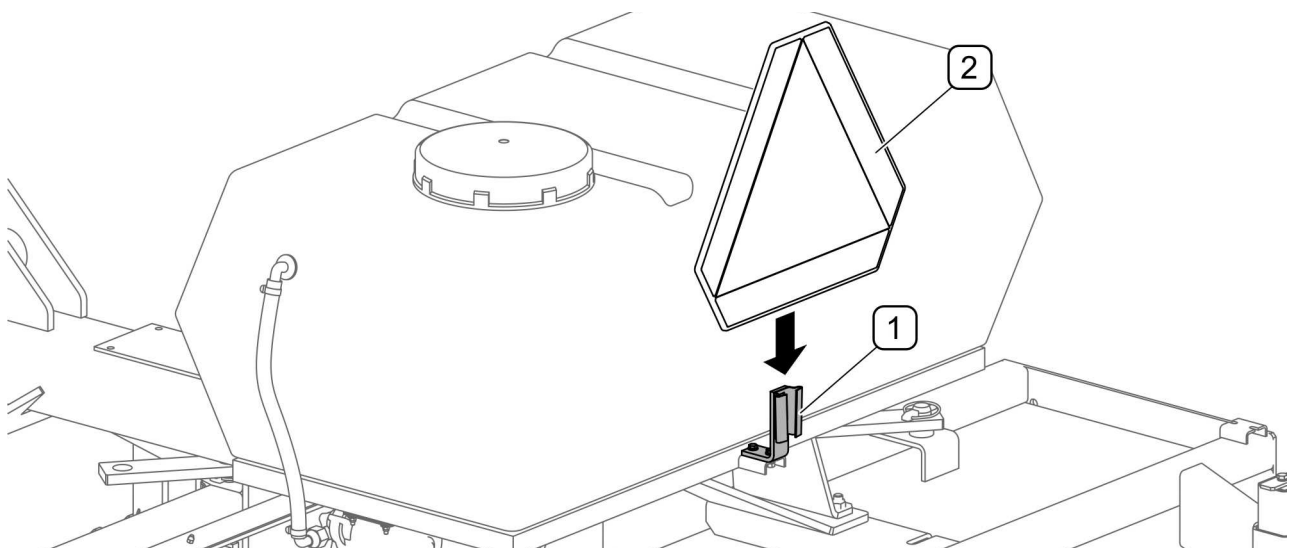

РИСУНОК 4.11 Додатковий кронштейн для розпізнавальної таблички (опція)
- Якщо підмітальна машина закриває знак тихого руху, який знаходиться в задній частині тягача, знак повинен бути встановлений на кронштейні (РИСУНОК 4.11) на рамі підмітальної машини (доступна як опція).